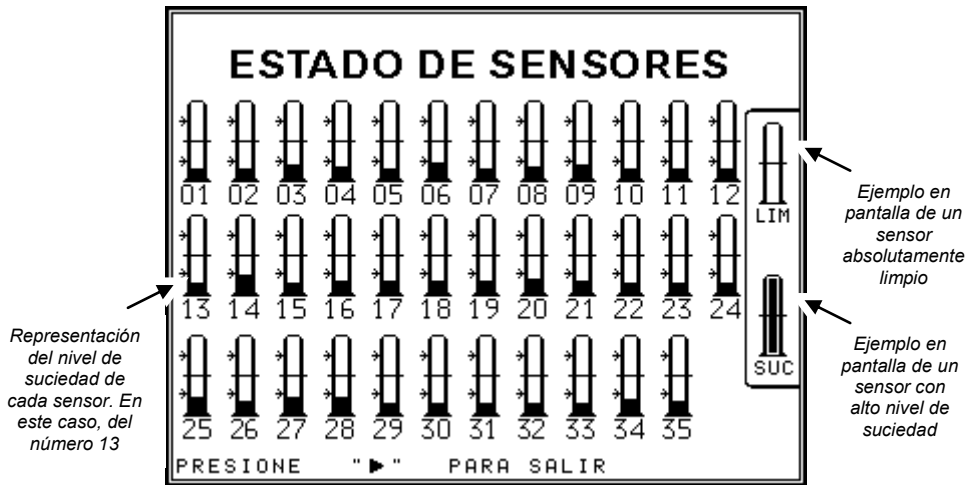

Figura 24. Pantalla de visualización del nivel de suciedad de los sensores de semillas o fertilizantes
3. **Seleccione la opción “ESTADO”** del siguiente modo: pulse las teclas  ó  hasta activar , y presione  para ingresar en esta opción. Luego de esto aparecerá la pantalla que indica el estado de sensores del monitor, tal como se muestra en la Figura 24.